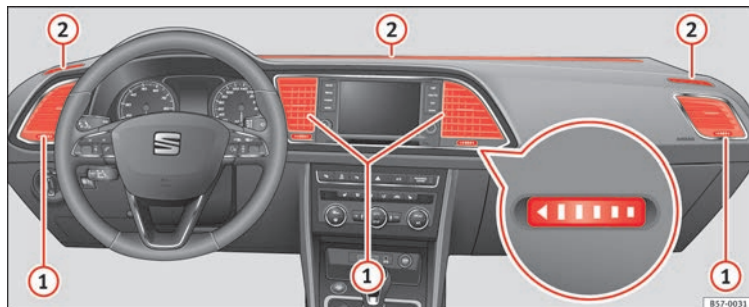

Fig. 163 Nella plancia: bocchette di ventilazione.
Per garantire il riscaldamento, il raffreddamento e la ventilazione all'interno dell'abitacolo, le bocchette di ventilazione ►► **fig. 163** ① devono rimanere aperte.